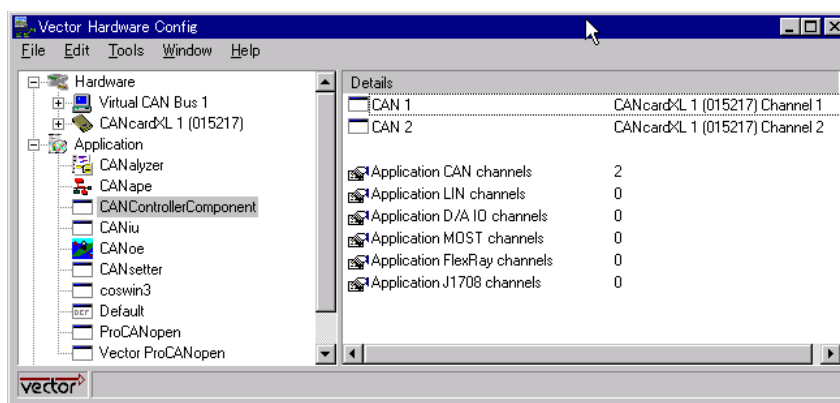

図 5-5 Vector Hardware Config
- (6) 図 5-5 のように設定されていることを確認し, ”Vector Hardware Config”の画面を閉じてください.